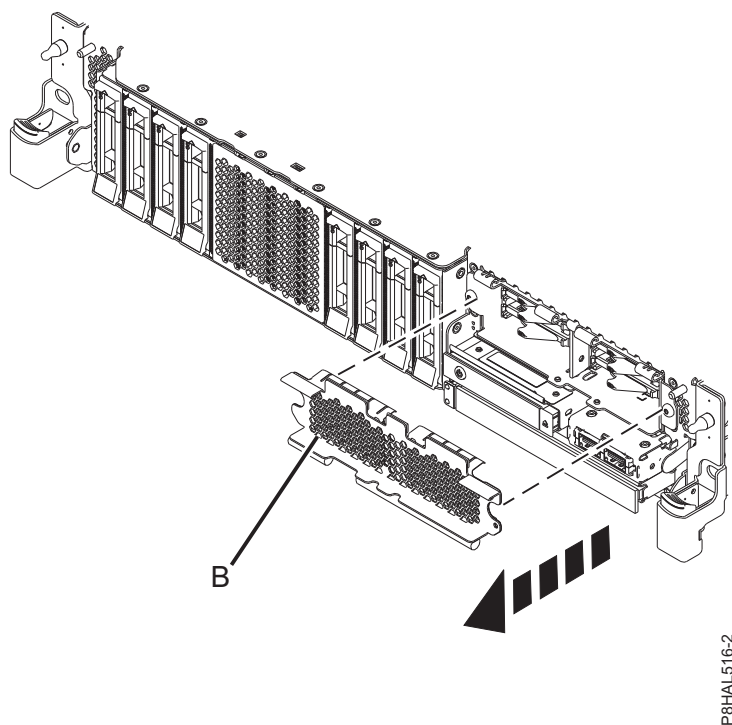

Figura 91. Extracció de la coberta del receptacle de l'SSD per accedir a les ranures en un sistema de funció expandida
10. Per accedir a les ranures de l'SSD, traieu la placa perforada **(B)** que tapa el receptacle de l'SSD tal com es mostra a la Figura 91.